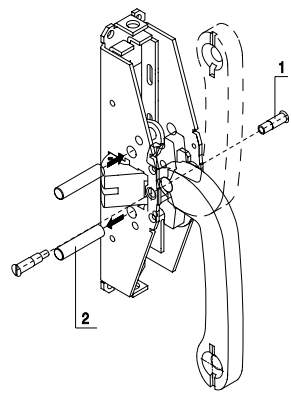

FIG. 6
5) **DETERMINAZIONE MANO DEL MANIGLIONE:** L'articolo viene fornito di mano SX (fig. 1), per cambiare mano eseguire le seguenti operazioni sulla **SCATOLA PRINCIPALE:** (fig. 6). Svitare il perno staffa, sfilare i due perni. Ruotare la staffa di 180°, sfilare la spina da 8 mm dalla sua posizione ed inserirla dalla parte opposta (fig. 6) (nel caso il passaggio fosse impedito dal perno di arresto scrocco, spingerlo in avanti fino a liberare il passaggio ed inserire la spina). Riatvitare il perno staffa.
5) **DETERMINING THE DIRECTION OF THE PANIC EXIT DEVICE:** the article comes supplied as SX left-handed (Fig. 1), to change this carry out the following operations on the **MAIN CASING:** (Fig. 6) Unscrew the rod stirrup bracket, pull out the two rods. Rotate the stirrup bracket 180 degrees, pull out the 8 mm pin from its position and insert it in the opposite part (Fig. 6) (in the event that the passageway is obstructed by the latch-bolt arrest pin, push it forward until the way is free and insert the pin). Rescrew the stirrup bracket.
5) **DÉTERMINATION DE LA MAIN DE LA POIGNEE ANTI-PANIQUE:** L'article est fourni de main GAUCHE (fig. 1), pour changer de main, effectuer les opérations suivantes sur le **COFFRE PRINCIPAL:** (fig. 6). Dévisser l'axe de la bride, retirer les deux axes. Tourner la bride de 180°, retirer la goupille de 8 mm par rapport à sa position et l'introduire du côté opposé (fig. 6) (si le passage est empêché par l'axe d'arrêt du pêne, le pousser vers l'avant pour libérer le passage et introduire la goupille). Revisser l'axe de la bride.
5) **DETERMINACIÓN DE LA MANO DE LA BARRA:** El artículo es suministrado en posición de mano izquierda (Fig. 1). Para cambiar de mano, realice las siguientes operaciones en el **COFRE PRINCIPAL:** (Fig. 6). Desenrosque el perno de la abrazadera, extraiga los dos pernos. Gire la abrazadera 180°, extraiga la clavija de 8 mm de su posición e introdúzcala por la parte opuesta (Fig. 6). (Si el pasaje es impedido por el perno de parada del pestillo, empujelo hacia delante hasta liberar el pasaje, e inserte la clavija). Enrosque nuevamente el perno de la abrazadera.
5) **BEPALING VAN DE RICHTING VAN HET ANTI-PANIEKSLOT:** Het artikel wordt standaard voor linksdraaiende deuren geleverd (afb. 1), om de draairichting te veranderen, de volgende handelingen op de **HOOFDKAST** uitvoeren: (afb. 6). De stoppin van de hendel losdraaien en de twee pinnen uittrekken. De hendel 180° draaien, de 8 mm pin uittrekken en in de juiste positie aan de tegenover gestelde zijde insteken (afb. 6) (mocht de stoppin van de schoot het inschuiven verhinderen, de schoot naar voren duwen. De beugelpin weer vastdraaien).
5) **BESTIMMUNG DER TÜRRÜCKER-ÖFFNUNGRICHTUNG:** Der Artikel wird mit nach links gerichteter Öffnung (Abb. 1) geliefert. Um die Öffnungsrichtung zu ändern, geht man folgendermaßen vor: **AUF DEM HAUPTKASTEN** (Abb. 6) schraubt man den Bügelstift ab und zieht dann die beiden Stifte heraus. Dann dreht man den Bügel um 180°, zieht den 8-mm-Dorn aus seiner Position und setzt ihn auf der gegenüberliegenden Seite wieder ein (Abb. 6). (sollte der Durchgang aufgrund des Fallensperstiftes behindert sein, schiebt man ihn einfach nach vorne, so dass der Durchgang frei wird und setzt den Dorn ein). Jetzt schraubt man den Bügelstift wieder an.